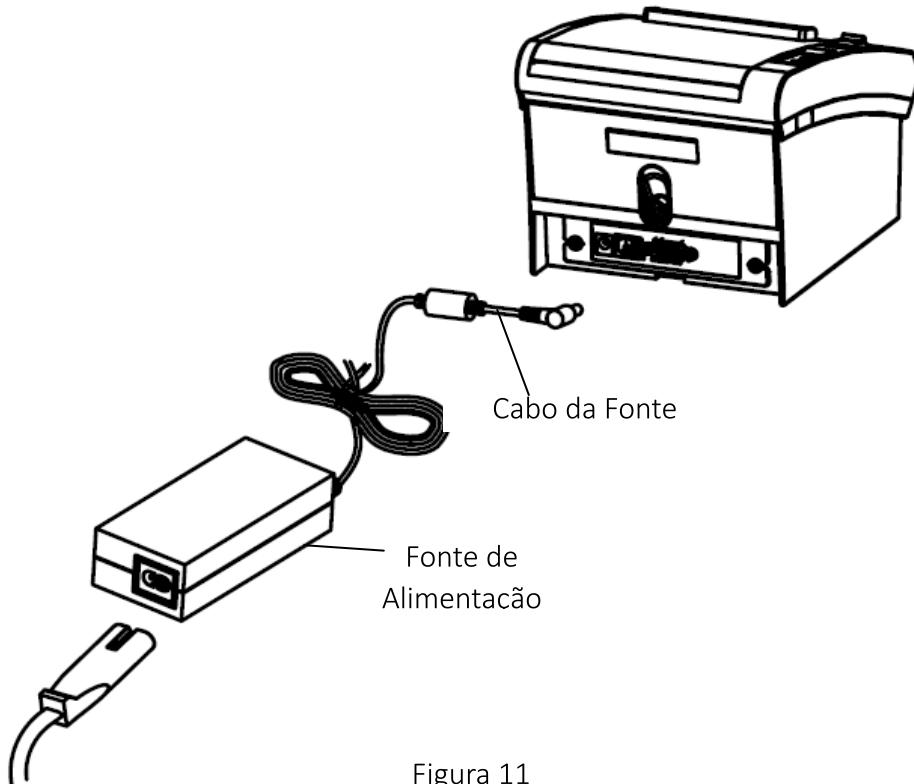

Figura 11
3. Conecte o cabo de força conforme a figura 11.